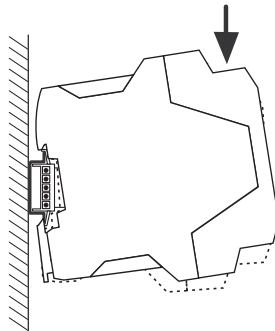

Bild 3-10 Aufsetzen des Sicherheits-Schaltgeräts MSI 200 auf die Tragschiene
3. Setzen Sie das Modul wie in Bild 3-10 gezeigt so von oben auf die Tragschiene auf, dass die obere Haltenut des Moduls an der Oberkante der Tragschiene einhakt. Achten Sie bei Verwendung von TBUS Tragschienenverbindern darauf, dass die Kontaktöffnung im Boden des Moduls korrekt über dem Kontaktblock des TBUS Tragschienenverbinders ausgerichtet ist.